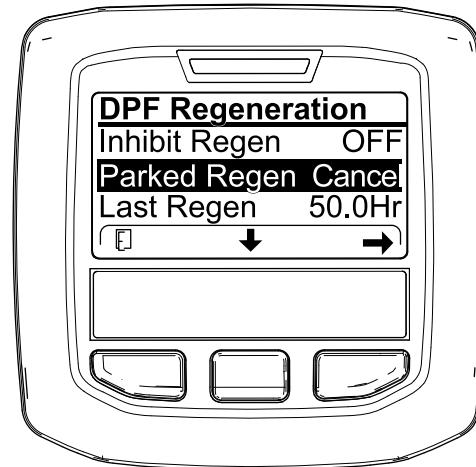
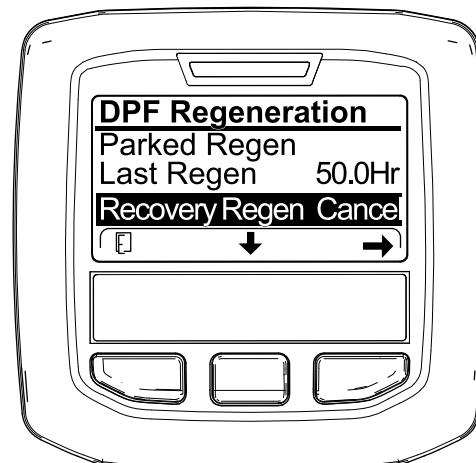

Bild 70
Bild 71
2. Drücken Sie die mittlere Taste, um auf die Option PARKED REGEN. CANCEL (Bild 70) oder RECOVERY REGEN. CANCEL zu navigieren (Bild 71).
1. Zugreifen auf das Menü für die Regenerierung des Dieselpartikelfilters (Bild 70)
3. Drücken Sie die rechte Taste, um den Eintrag „Regen. Cancel“ auszuwählen (Bild 70 oder Bild 71).